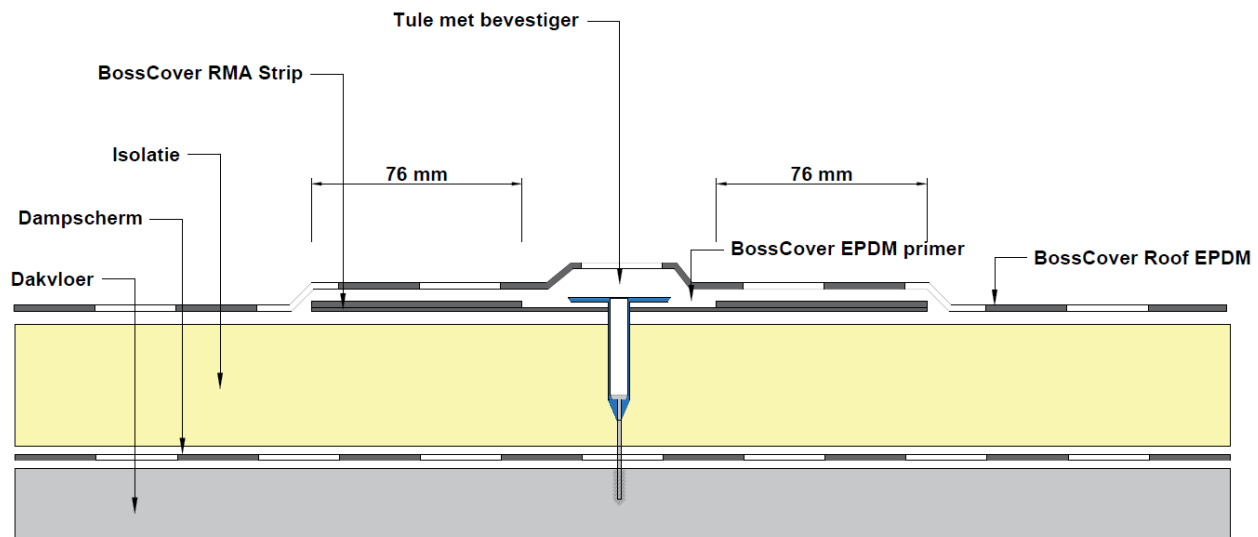

Fig. 5 – Bevestigingssysteem in het dakvlak
4.2.3.1 Bevestigingssysteem in het dakvlak (Fig. 5)